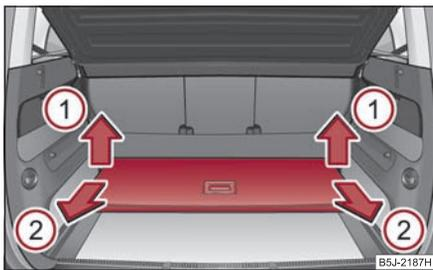

Abb. 83 Gepäckraum: variablen Ladeboden herausnehmen
- Heben Sie den Ladeboden in Pfeilrichtung **(1)** an ⇒ Abb. 83 und nehmen Sie den Ladeboden durch Ziehen in Pfeilrichtung **(2)** heraus ⇒ Abb. 83.